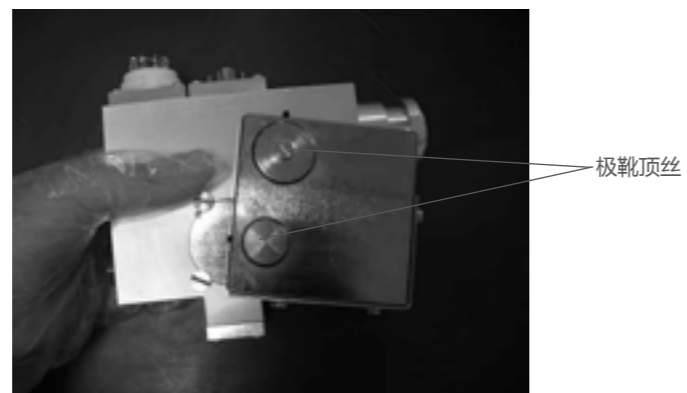

图 3-4 取下磁钢
5. 松动磁钢组件上固定偏心极靴和小极靴的顶丝，并取下磁钢组件（图 3-4）。